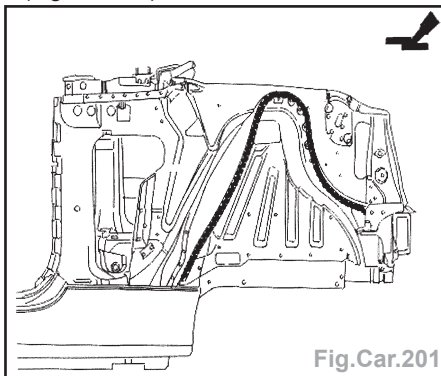

Fig.Car.201
- Appliquer une colle de calage structurale (Fig.Car.201).